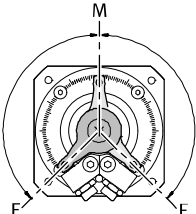

Fig. 15
5. 请优先采用相对于 DSM 对称线 M 的对称角度调节方式（Fig. 15）。这样可以使左右摆动的动作匀称一致。